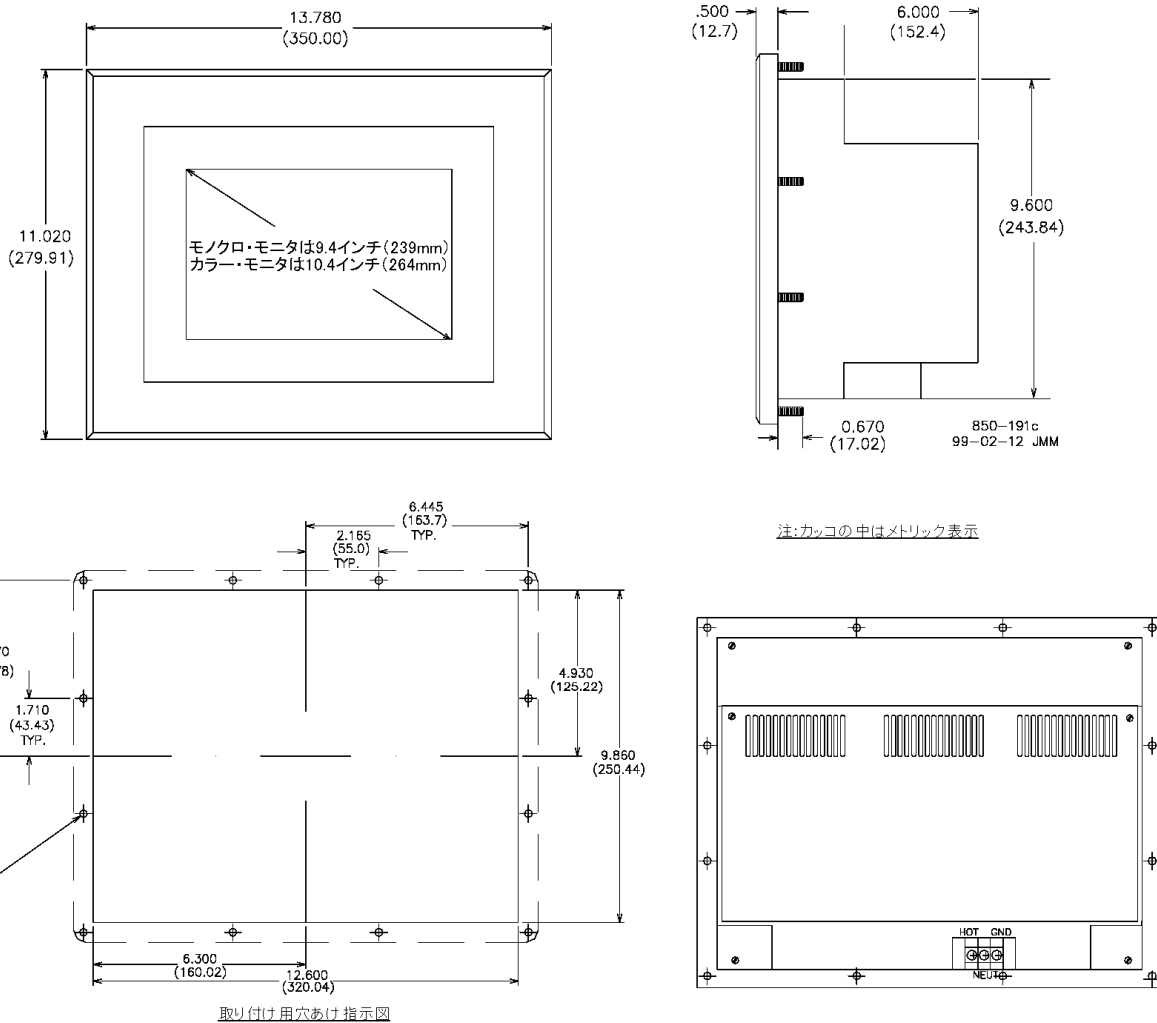

図 3-11. OpView の外形図
1. OpView の取り付け穴を開ける所に印を付けます。この時、保守点検をし易いように、そして空気の流れが良くなるように、OpView と側壁や周囲の装置などとの間隔を充分取るように注意する事。外形寸法に付いては図 3-11 を参照の事。設置方法に付いての詳細は、パワーステーション・マニュアルを参照の事。
2. 図 3-11 に従って、ドリルで取り付け用の穴を開けます。